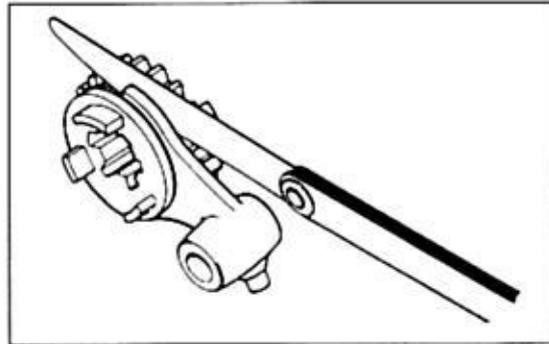

Bild 148
- Spiel der Schaltgabeln in ihren entsprechenden Nuten messen (Bild 148). Sollwert 0,10 bis 0,30 mm; Verschleissgrenze 0,50 mm.